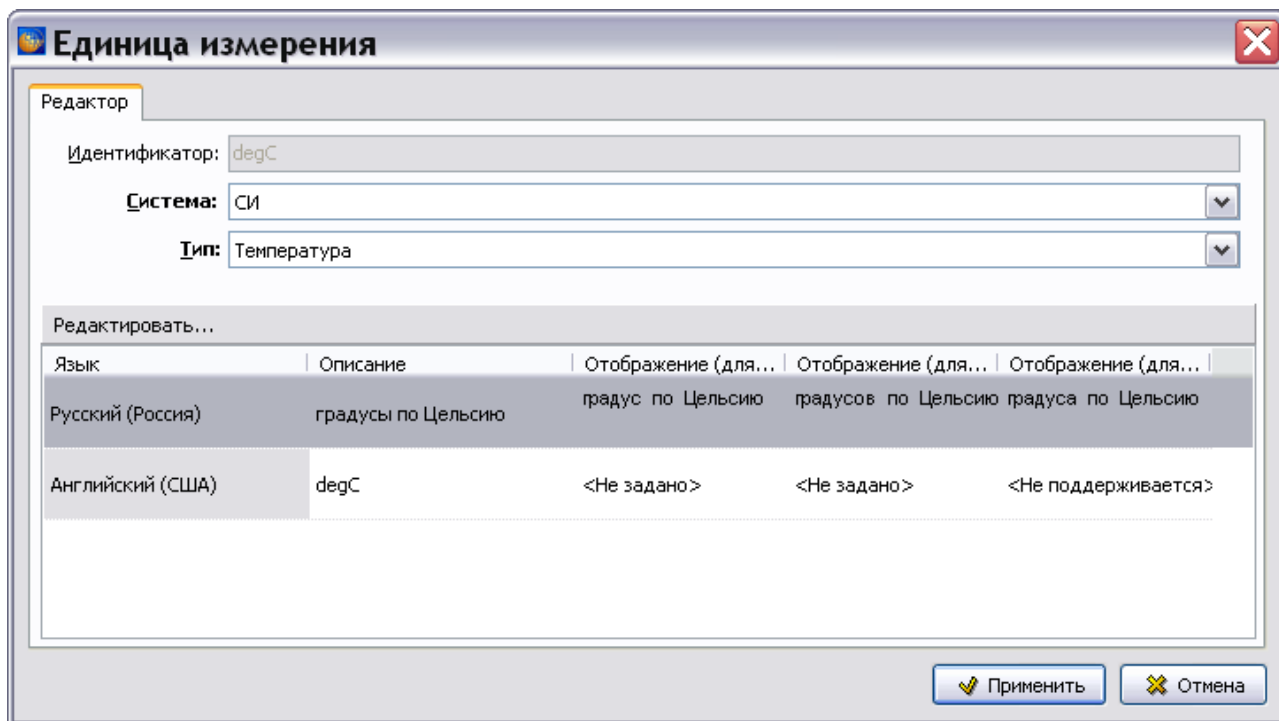

Рисунок 127
5) В окне **Единица измерения** – **ru-RU** для единицы измерения «градусы по Цельсию» нажмите на кнопку **Применить**. После этого произойдет возврат в окно **Единица измерения**, и введенные параметры отобразятся в нем (рисунок 127).